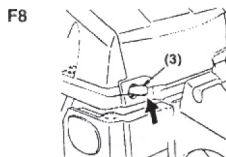

Рис. 6
2. Установить переключатель в положение "1" (Рис. 6).